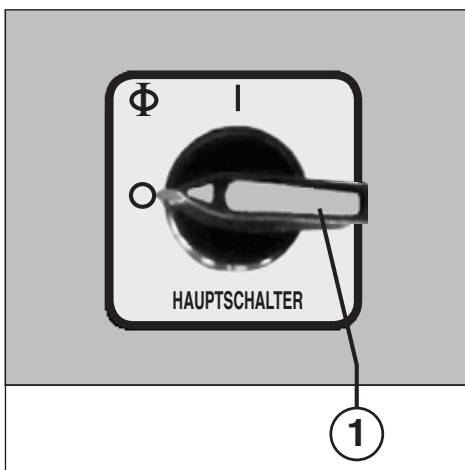

Abb. 1
**BEDIENUNGSELEMENTE (Abb. 1, 2 und 4):**
- 1 = Hauptschalter (Not-Aus) (Abb. 1)**